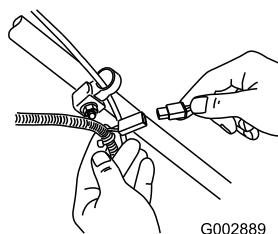

Figura 47
- Conecte el cargador al arnés de cables del cortacésped, situado debajo de la llave de contacto (Figura 47).